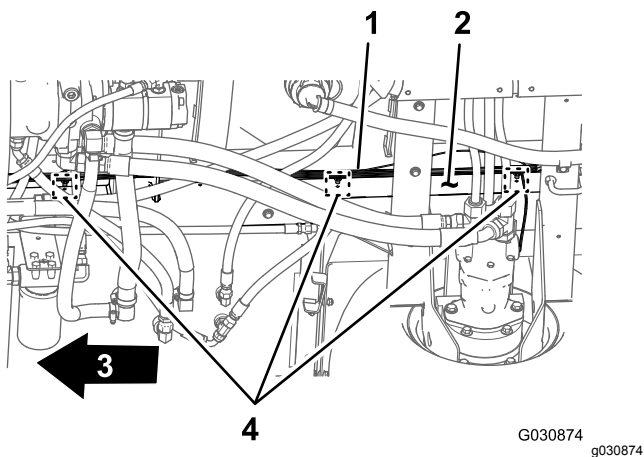

図 112
3. 165cmの枝線と203cmの枝線を、右側フレームチューブに沿って前方へ延ばす 図 112。
4. 後方ワイヤハーネスの 203cm の枝線のモミの木形アンカーを、見知側フレームチューブの穴に差し込む 図 112 この穴は、古いモミの木形アンカーがあった穴 ステップ 3 前ハーネスと後ろハーネスの接続を外す (ページ 17) を参照。